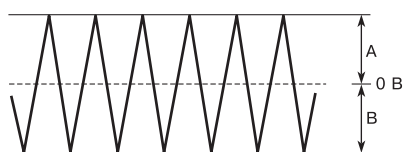

Рис. 12. Форма сигнала ошибки радиального трекинга TE
*Регулировка баланса в петле радиального трекинга.* Цель этой регулировки – установка симметричности сигналов боковых лучей с фотодетекторов E и F. Для этого при воспроизведении с тестового компакт-диска контролируется форма сигнала ошибки радиального трекинга TE (рис. 12). При правильно установленном балансе сигнал должен быть симметричным относительно нулевого (опорного) уровня:  $A = B$ . Регулировка осуществля-